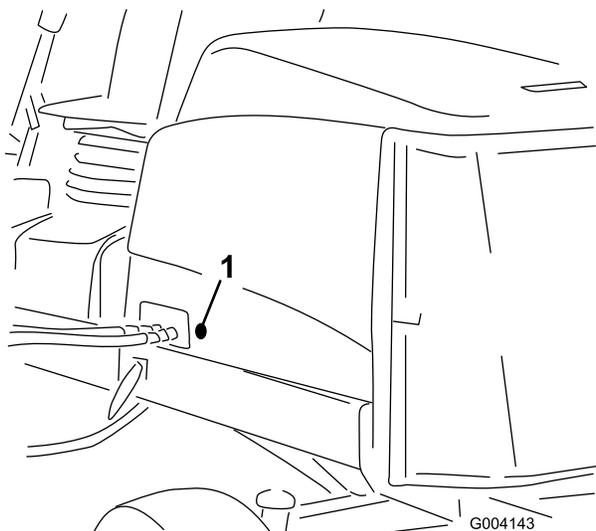

図 16
2. フードの左側についているゴム製のハトメを取り外す 図 16。